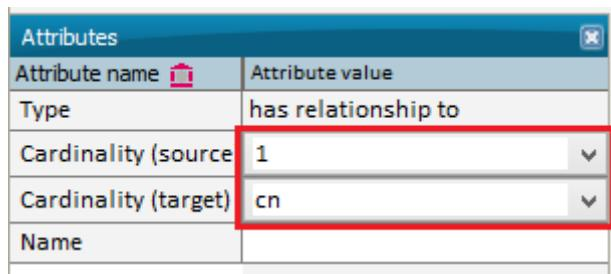

Рисунок 3.13
8. В разделе меню «View» отметить пункт «Attributes» (рисунок 1.8), выделить созданное отношение между сущностями (рисунок 3.12) и в панели «Attributes» указать следующие значения (рисунок 3.13):